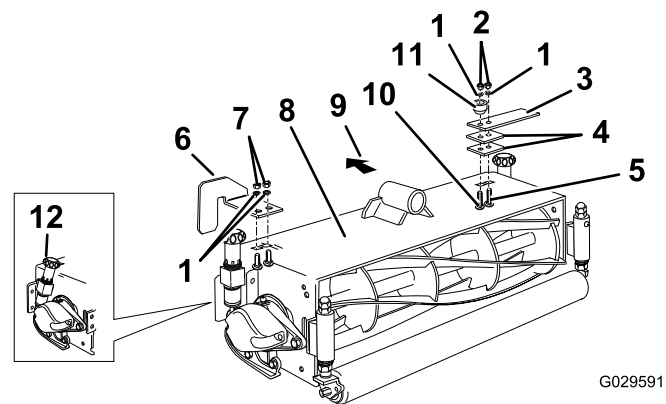

Figure 3
6. Pour les plateaux de coupe de 254 mm, montez la butée, 2 plaques de garniture et la plaque de contact sur les plateaux 1 et 5 (côté moteur hydraulique) à l'aide de 1 boulon de carrosserie (M10 x 55 mm), 1 boulon à tête hexagonale (M10 x 90 mm), 2 contre-écrous (M10) et 2 rondelles (M10) ; voir la Figure 3.